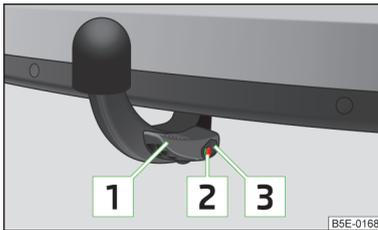

Abb. 140
- ✓ Der Hebel **1** befindet sich ganz oben » Abb. 140.